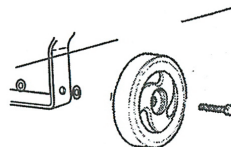

FIGURA 2
1. **Montaje:** Retire el producto del embalaje y arme las ruedas (Figura 2).